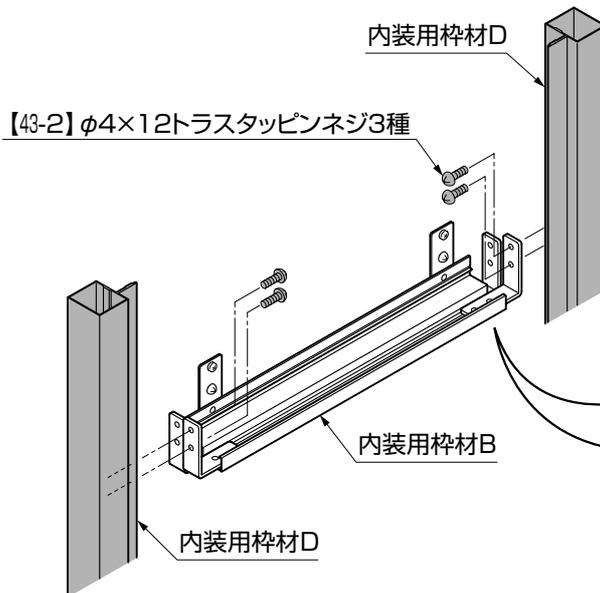

図4-6
- 内装用枠材DのV溝部分に内装用枠材固定金具を取付けてください。(図4-6参照)
- ③内装用枠材Bに内装用枠材Dを【43-2】で取付けてください。
④内装用枠材Fと内装パネル面材を【43-5】で内装用枠材Dに取付けてください。(図4-6参照)